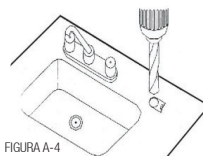

FIGURA A-4
2. Se você perfurar uma cuba de mármore, granito cerâmico, laminado ou metal, precisará usar primeiro uma broca de 5 mm e depois uma de 12 mm, respectivamente. A broca deve ser usada em baixa velocidade e sem rosqueamento. Se a bancada for revestida com betão, deve ser furada com broca de diamante. (figura A-4)